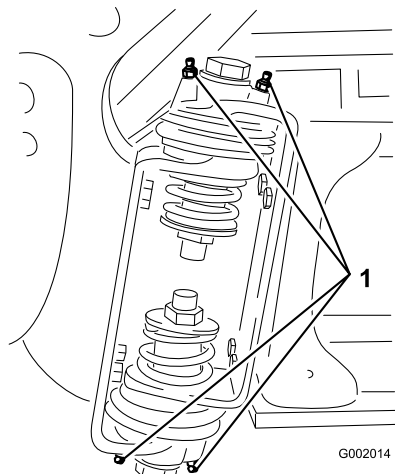

Figura 41
2. Introduza massa lubrificante no rolamento ou casquilho de cada encaixe Figura 41.